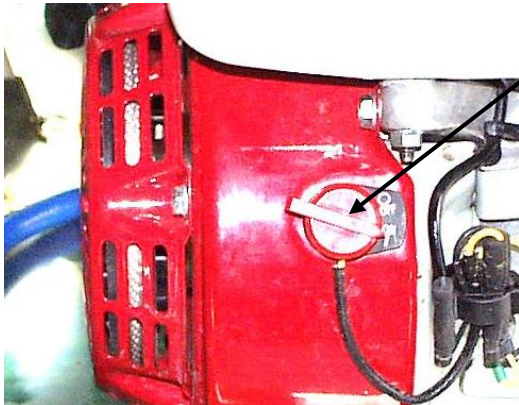

Fig. 2
- Zet de starthendel op ON (afbeelding 2)